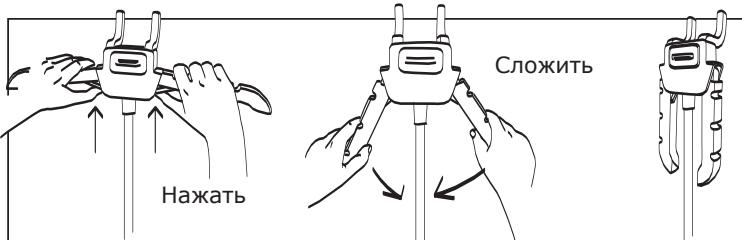

рис. 4
- 8.3 Для компактного хранения сложите вешалку для одежды. Для этого необходимо нажать на фиксаторы вешалки и опустить плечики вниз (рис.4).